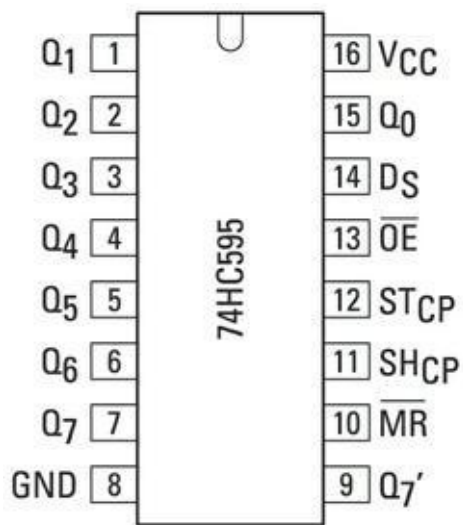

FIGURE 14-7 Brochage du 74HC595.
La Figure 14-7 montre le schéma de brochage du circuit 74HC595. Le nom des broches est expliqué dans le Tableau 14-1. Dans le 74HC595, les huit broches de sortie correspondent aux huit bits d'un octet. Un bit à la fois est envoyé vers le registre à décalage. Quand la broche d'horloge (SH_CP) passe à l'état HIGH, les valeurs de tous les bits se décalent d'un rang en avant, la valeur de la dernière broche « disparaît » et la première broche prend sa valeur depuis l'entrée de données série (DS). Les bits restent tous stockés dans le registre jusqu'à ce que la broche de déverrouillage latch (ST_CP) passe à l'état HIGH, ce qui provoque l'envoi des huit valeurs sur les huit sorties en même temps.